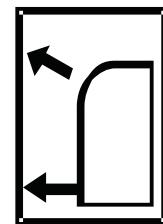

Fig.17 – Flux d'air double
- Sélectionnez le flux d'air qui correspond le mieux à vos besoins. Lorsque vous réglez la sélection du flux d'air, utilisez l'icône de **flux d'air double** (consultez la fig. 17).